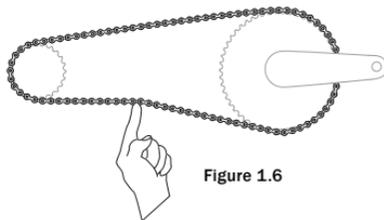

Figure 1.6
• Frein à rétropédalage : La plage de mouvement vertical admissible au milieu de la chaîne est comprise entre 6 et 12 mm (Figure 1.6).